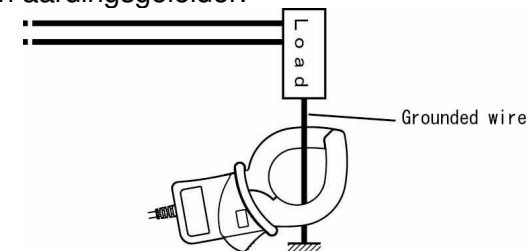

Fig.2 Meten van lekstroom op een aardingsgeleider
- (4) Meting op een aardingsgeleider (zie Fig.2)